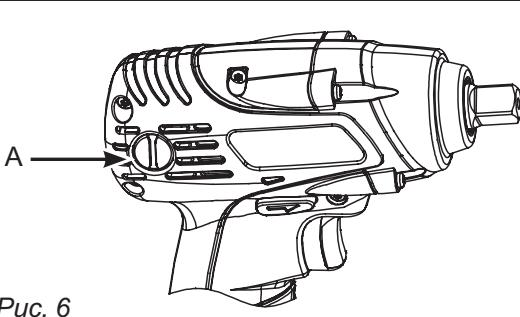

Рис. 6
- Нажмите батарею вниз, чтобы обеспечить хороший контакт между батареей и зарядным устройством. Постоянно горящий красный индикатор (рис. 6В) означает режим "быстрой подзарядки". Если мигает красная лампочка, то это сигнализирует о том, что батарея полностью разрядилась, или перегрелась. Если батарея перегрелась, красный свет перестанет мигать и будет гореть постоянно после ее остывания. Если же батарея полностью разрядилась, после повышения напряжения красная лампочка начнет постоянно гореть. Обыкновенно это происходит через приблиз. 30 минут. Если и через один час красная лампочка продолжает мигать, это говорит о дефектности батареи и необходимости ее замены. Зеленый свет зажигается после того, как батарея была полностью заряжена, или работает в режиме медленной подзарядки. Если горит желтый свет, а красный мигает, это говорит о дефектности батареи, и ее необходимо вернуть в магазин.
1. Открутить крышку до конца (Рис. 6, А).